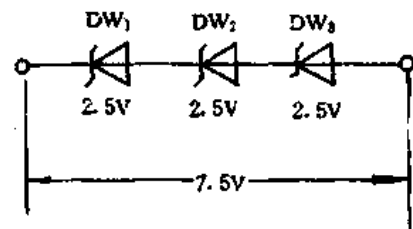

图 6-18 用低值稳压管代用高值稳压管
(3)若原型号稳压管稳定的电压值较高时,可用几只稳压值较小的稳压管正向串联后代用,如图6-18所示。